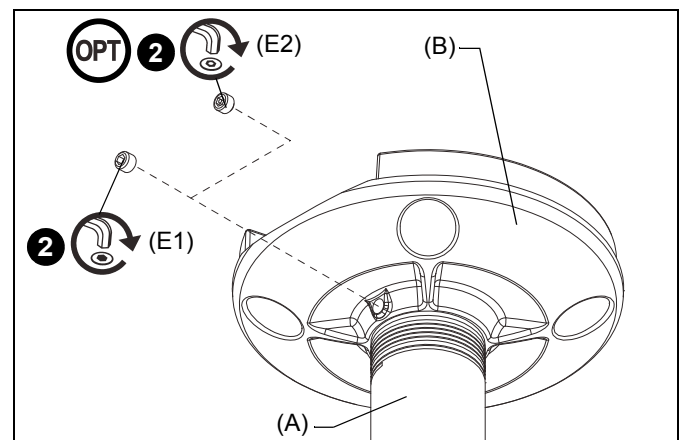

Figure 7
1. Vissez le tube fixe de 3 po (A) à l'anneau fileté de la plaque de plafond (B) jusqu'à qu'il soit serré, avec un minimum de quatre filets engagés. (Voir Figure 7)
2. Fixez la colonne d'extension en suivant l'une des méthodes ci-après : (Voir Figure 7)
- Insérez une vis de serrage de 5/16 x 1/4 po (E1) dans un trou taraudé de la plaque de plafond (B), et serrez fermement contre la colonne.
- **FACULTATIF** : À l'aide de la clé de sécurité hexagonale, insérez une vis de serrage de 5/16 x 1/4 po (E2) dans un trou taraudé de la plaque de plafond (B), et serrez fermement contre la colonne.